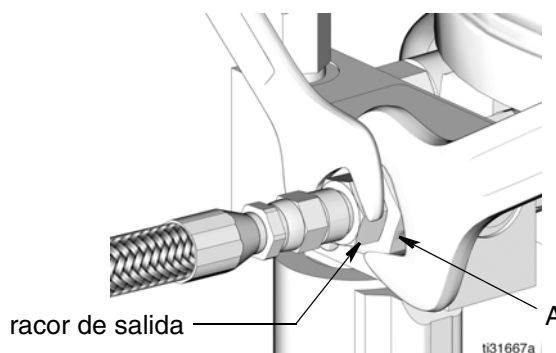

FIG. 24
1. Afloje el accesorio de la salida de la bomba (FIG. 24).
**NOTA:** Cuando afloje el accesorio de conexión de la salida de la bomba, NO afloje el perno hueco (A).